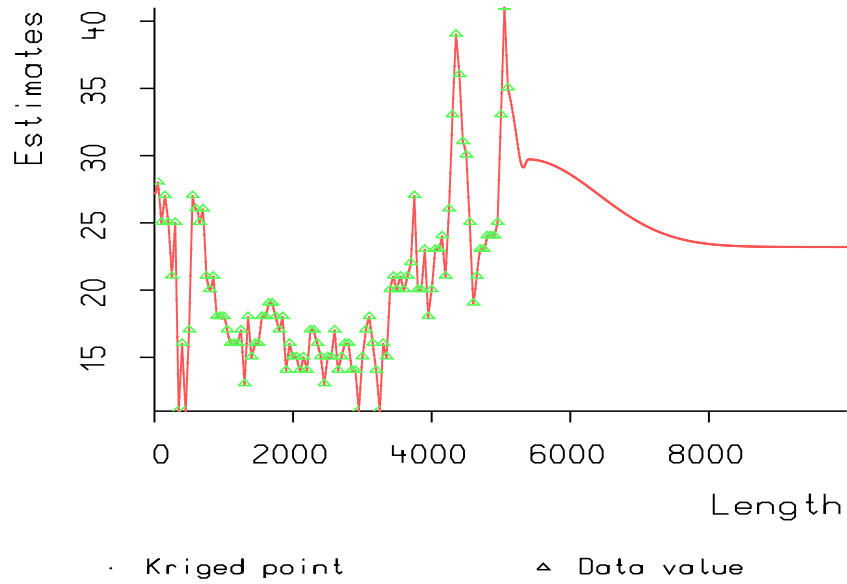

Abbildung 2: Gekrigte Werte von Cu auf engem Gitter (1 Dimension)
44. Rechnen Sie interpolierte (gekrigte) Werte mit dem angepassten theoretischen Variogrammmodell, sodass etwa folgende Grafik entsteht. (Abbildung 2):